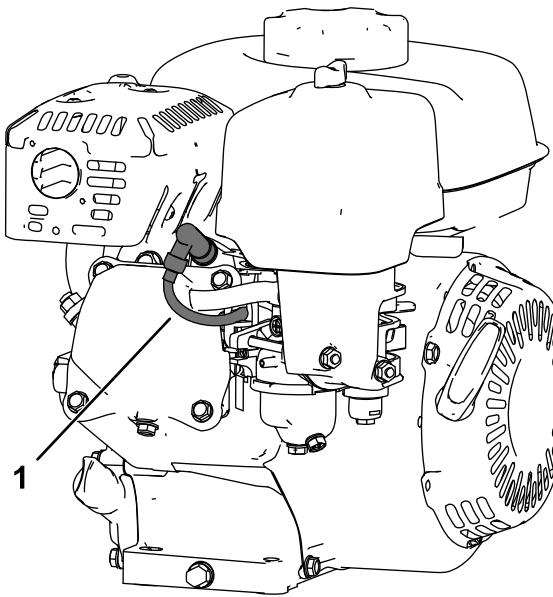

Bild 15
5. Ziehen Sie den Kerzenstecker ab (Bild 15).